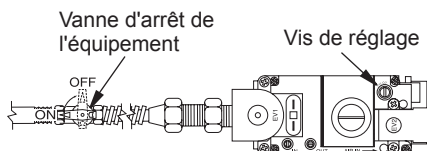

Figure 37 - Tourner la vanne d'arrêt de l'équipement à la position OFF (arrêt)
6. Tournez la vanne d'arrêt de l'équipement dans le sens des aiguilles d'une montre jusqu'à la position OFF (arrêt) (voir figure 37). Ne forcez pas.
7. Attendez cinq (5) minutes que tout le gaz se dissipe. Après, vérifiez si une odeur de gaz se dégage, surtout au niveau du sol. Si une odeur de gaz se dégage, **ARRÊTEZ!** Suivez la partie « B » des informations relatives à la sécurité ci-dessus. S'il n'y a pas d'odeur de gaz, passez à l'étape suivante.
montre pour réduire ou dans le sens inverse des aiguilles d'une montre pour augmenter la taille de la flamme (voir figure 37, page 20). Ne retirez pas la vis de réglage.